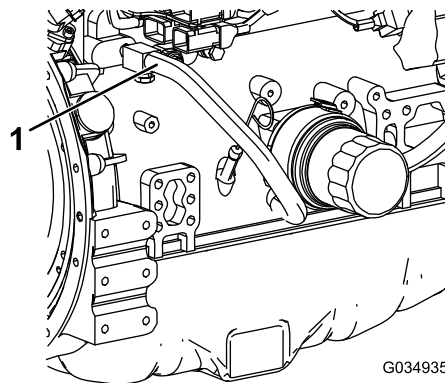

Figure 126
7. Débranchez le flexible de liquide de refroidissement du refroidisseur d'huile moteur (Figure 126).